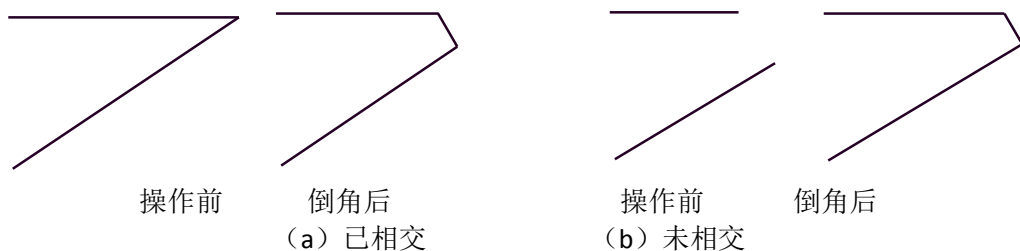

图 4-22 倒角过渡
- 4) 需倒角的两直线已相交 (即已有交点), 则拾取两直线后, 立即作出一个由给定长度、给定角度确定的倒角, 如图 4-22 (a)。
如果待作倒角过渡的两条直线没有相交（即尚不存在交点），则拾取完两条直线以后，系统会自动计算出交点的位置，并将直线延伸，而后作出倒角。如图 4-22（b）。